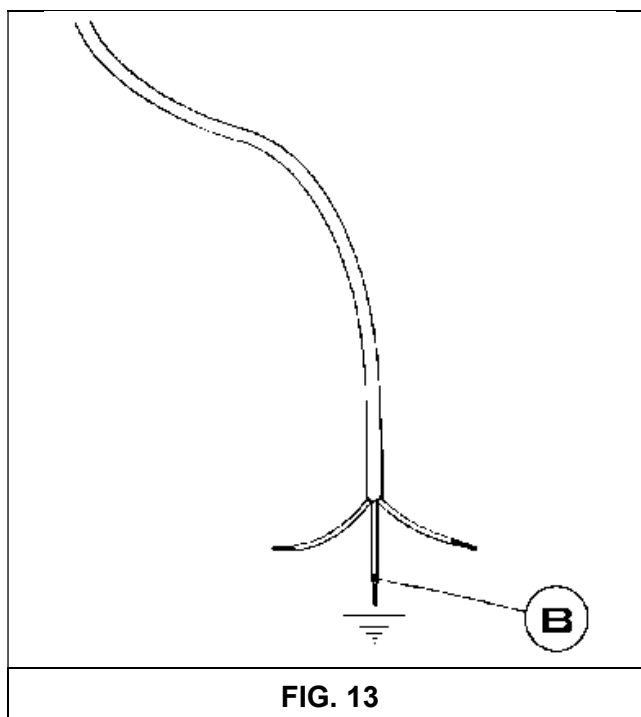

FIG. 13
*En cas de remplacement du câble d'alimentation, l'installateur devra disposer du conducteur de mise à la terre (B) plus large que les conducteurs de phase (voir la fig. 13) et il devra observer les avertissements indiqués dans le paragraphe 8.*